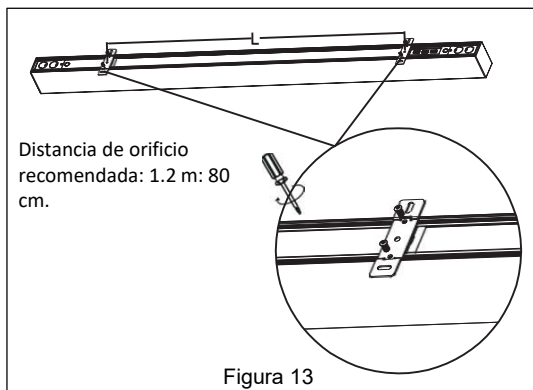

Figura 13
2. Conecta los 2 soportes de montaje en la superficie a la lámpara hacia atrás con los tornillos cortos proporcionados. **Ver Figura 13.**